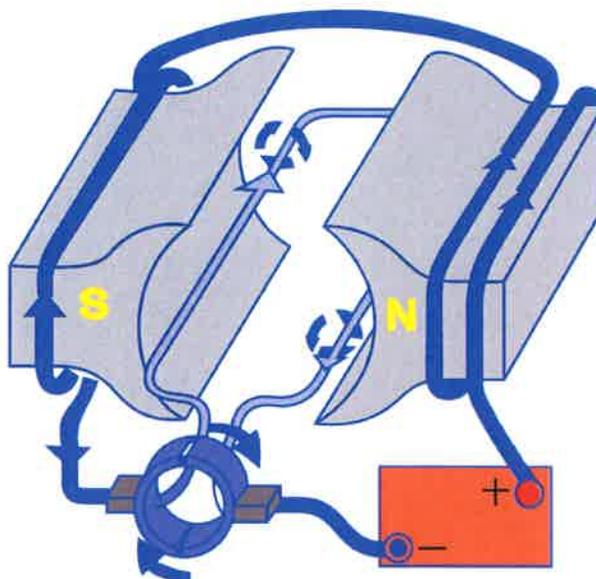

Figure 30 Schéma de fonctionnement du moteur électrique
L'électroaimant (Figure 30) se forme dans une boucle de fil métallique qui est placée entre deux pôles électromagnétiques. Les moteurs travaillent sur le principe de la **répulsion magnétique**. Cette répulsion se produit lorsqu'une simple boucle de fil conducteur, composée d'une armature, d'un collecteur et de balais, se trouve dans un champ magnétique et que du courant la traverse. Deux champs magnétiques distincts sont alors créés. L'un de ces champs est produit par l'aimant (pôles de l'enroulement du champ magnétique) et l'autre par le courant circulant à travers le groupe conducteur (armature, collecteur et balais). La figure 30 montre le champ magnétique de l'aimant qui se déplace du pôle S au pôle N et le champ magnétique du conducteur qui rayonne autour.
Un redresseur à simple alternance transforme la tension CA en tension CC (Figure 30). Le circuit redresseur utilisé dans l'ensemble pour effectuer un redressement de la tension à simple alternance ne contient qu'une seule diode. Ce type de redresseur permet de passer seulement un demi-cycle d'une forme d'onde de tension CA tout en bloquant l'autre demi-cycle.
1. Le courant passe de la borne négative (-) de la batterie (Figure 30) vers le balai et l'anneau en cuivre les plus près du pôle S, traverse le conducteur (armature) et se rend à la bague et au balai les plus rapprochés du pôle N, et retourne enfin à la batterie par la borne positive (+). Ce débit électrique se déplace vers le bas la partie de la boucle qui est près du pôle N et vers le haut celle près du pôle S. Lorsqu'il y a un champ fort d'un des côtés du conducteur et un champ faible de l'autre, le conducteur en soi passe du champ fort au champ faible. Un champ magnétique plus faible entre les pôles N et S d'un côté du conducteur est repoussé par le champ magnétique plus fort de l'autre côté du conducteur. L'armature du moteur se met ensuite à tourner.